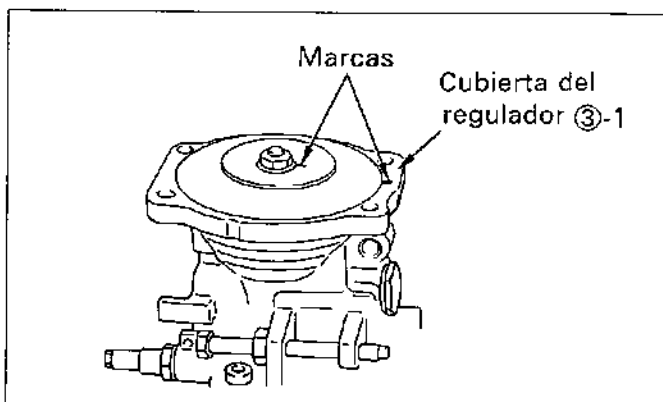

Figura.12-33 Marcas
(3) Haga una marca en la cubierta del regulador ③-1 y placa metálica del diafragma ③-7. (Vea la figura.12-33)